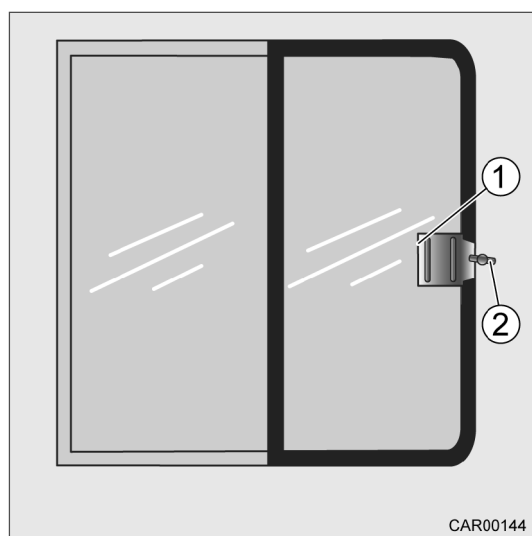

Fig. 54 Vitre cabine (côté passager), fermée
1. Placer le verrou (Fig. 54/2) verticalement.
2. Ouvrir la vitre à l'aide de la poignée (Fig. 54/1).
1. Fermer la vitre à l'aide de la poignée (Fig. 54/1).
2. Placer le verrou (Fig. 54/2) horizontalement.